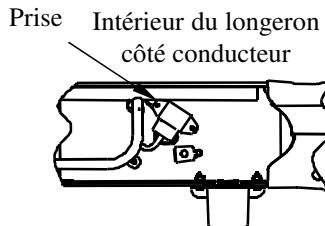
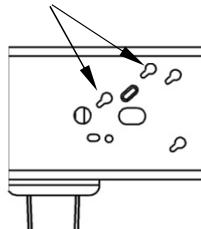

Figure 4a
Figure 4b
2. **Camionnettes équipées d'une commande de freins de remorque d'origine :** Replacer la prise électrique située sur l'intérieur du longeron côté conducteur au-dessus de la roue arrière (Figure 4a). La prise doit être enlevée en desserrant deux boulons situés sur l'extérieur du cadre puis en poussant leur tête à travers les fentes en trou de serrure, comme illustré à la Figure 4b. Fixer la prise sur la cornière fournie avec le nécessaire de montage. Le support sera fixé sur l'intérieur du cadre à l'aide d'un boulon de 5/8 po lors d'une étape ultérieure.